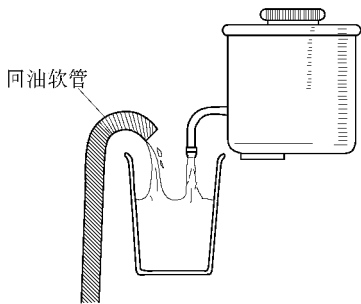

图 16-43 将储液箱的回油软管拆下
- (2) 将储液箱上的回油软管拆下，把液压油排到容器里，如图 16-43 所示。